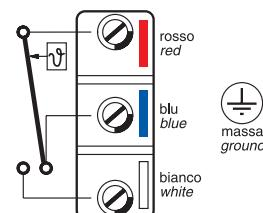

fig. 2
Vor dem Anschließen des Thermostats muss sichergestellt werden, dass die Versorgung der zu steuern VERBRAUCHERLAST (Kessel, Pumpe, Klimaanlage, usw.) NICHT ANGESCHLOSSEN IST und den Angaben entspricht, die im Innenbereich des Geräts (Abb.2) angegeben werden. Darüber hinaus überprüfen, dass die Last mit den Belastungsfähigkeiten der Kontakte kompatibel ist (siehe Kapitel „Technische Eigenschaften“).
Collegare il morsetto rosso e il morsetto blu (fig. 2)
Connect red terminal and terminal blue (fig. 2). The contact opens during the temperature increasing.
**Heizung:** Verbinde den roten und blauen Stecker (Fig. 2)